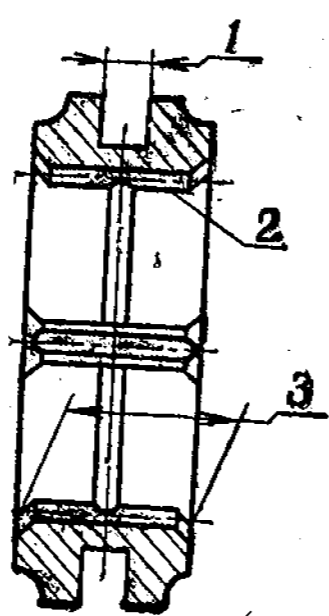

Рис. 103. Скользящая муфта синхронизатора
6. Скользящая муфта (рис. 103) и ступица скользящей муфты синхронизатора (рис. 104)
— трещины или обломы, выкрашивание на рабочей поверхности 2 (рис. 103 и 104) зубьев муфты и ступицы;
— ширина паза 1 (рис. 103) под вилку переключения передач более 9,8 мм;
При износе или отколе зубьев муфты с торца включения по длине до размера 3 (рис. 103) не менее 28 мм зачистить торцы, острые кромки зубьев скруглить.